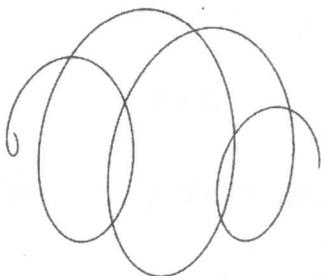

图 1-26
⑤ 单击【记事本】窗口中的菜单【文件】→【保存】，保存当前记事本文件。单击【文件】→【退出】，关闭【记事本】窗口。
⑥ 单击【曲线：从方程】对话框中的【确定】按钮，完成曲线的建立，如图 1-26 所示。